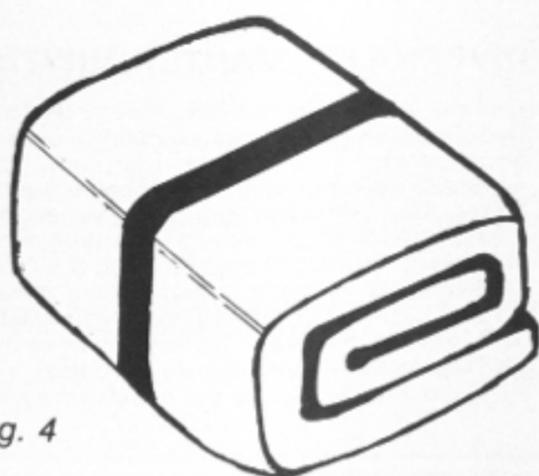

Fig. 4
- Replier l'arrière sur l'avant (le nez du bateau doit donc se trouver à l'intérieur) (fig.4)